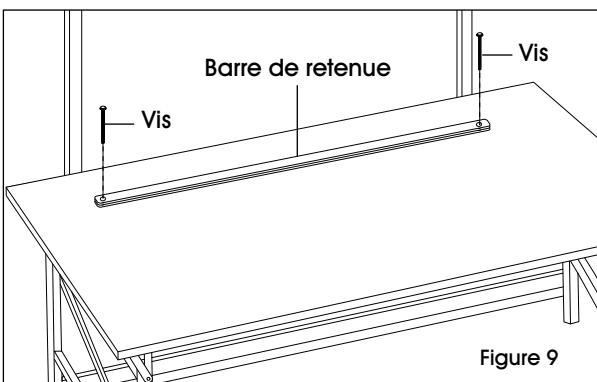

Figure 9
1. Installez les barres de retenue. Alignez les trous des barres sur les deux trous de boulon situés près de l'arrière de la surface de table. Fixez-les à l'aide de deux vis à tête ronde n° 10 x 3 po. (Voir Figure 9)